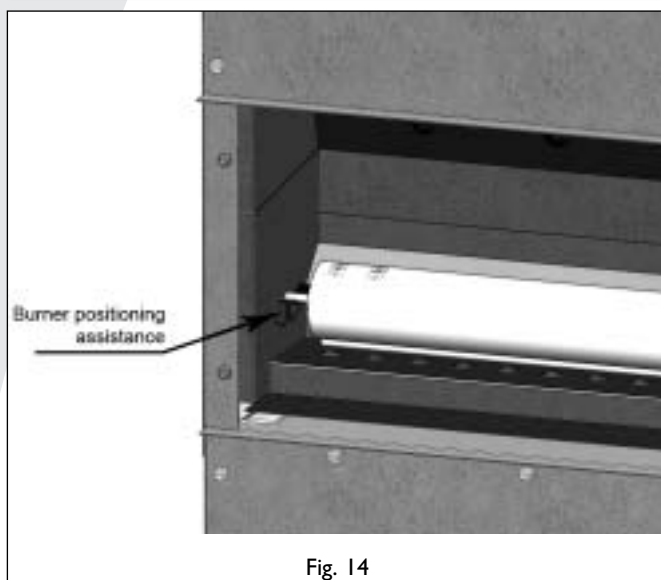

Fig. 14
- Placez la broche à l'extrémité du conduit du brûleur sur le V ; voir la fig. 14 ;